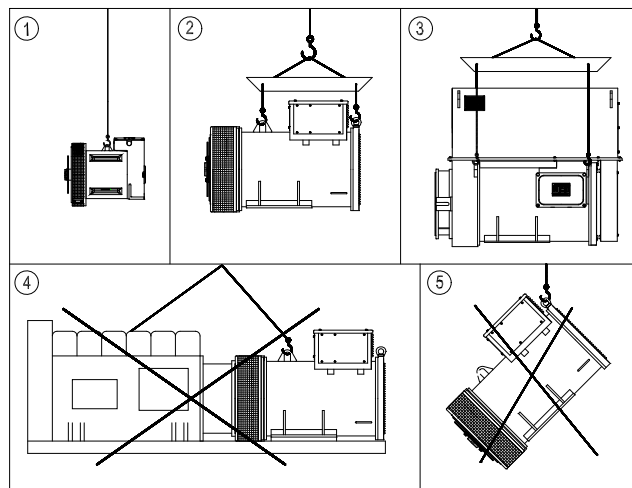

Figura 3.1: Manuseio do alternador
- As posições 1, 2 e 3 da Figura 3.1, representam as formas corretas de manuseio dos alternadores e as posições 4 e 5 representam as formas erradas.